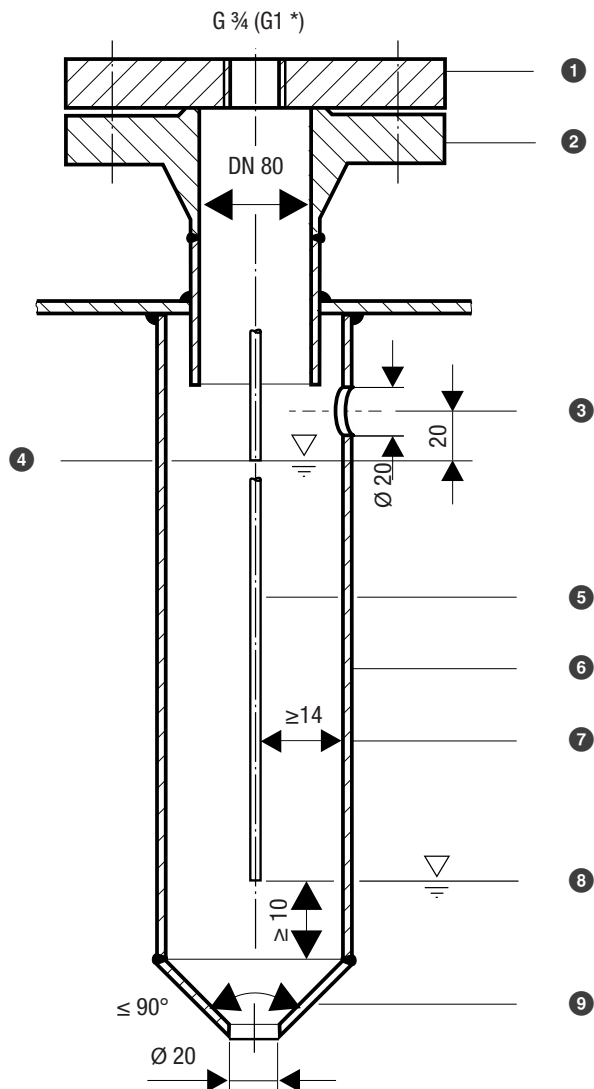
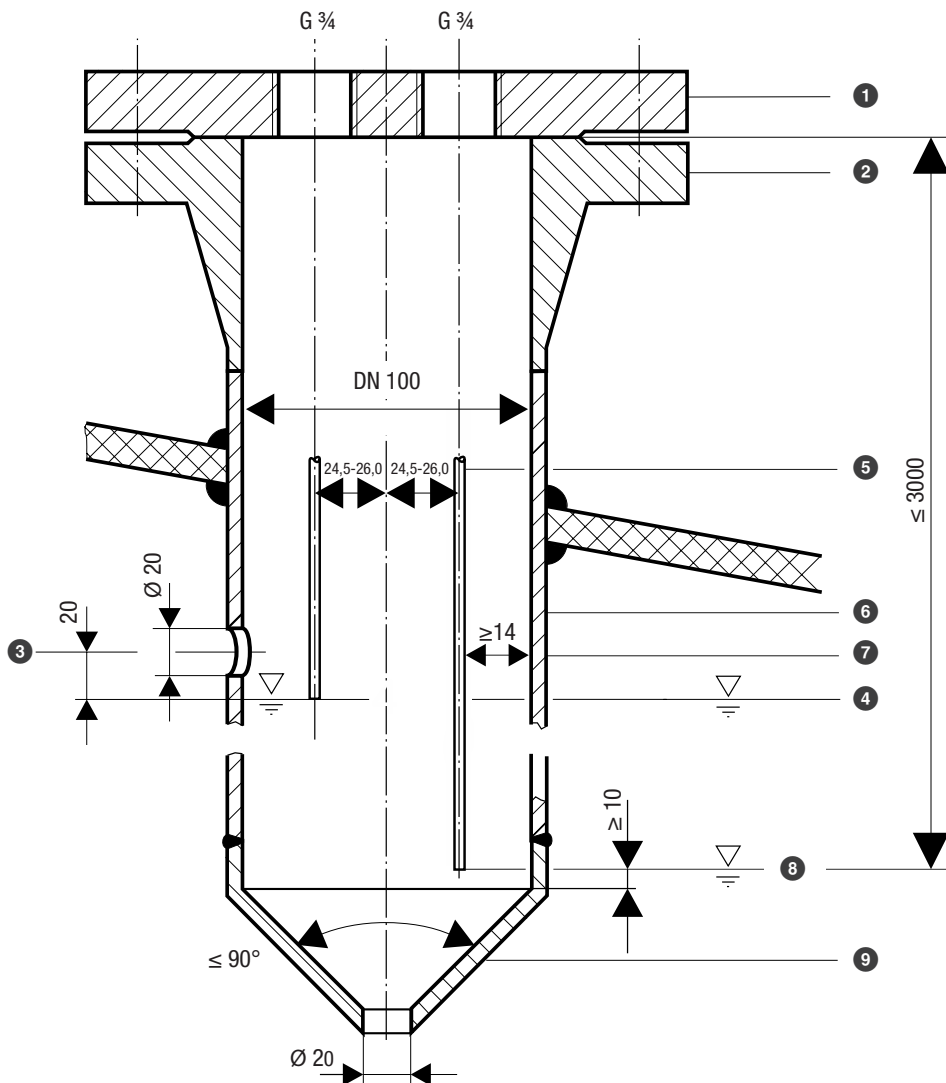
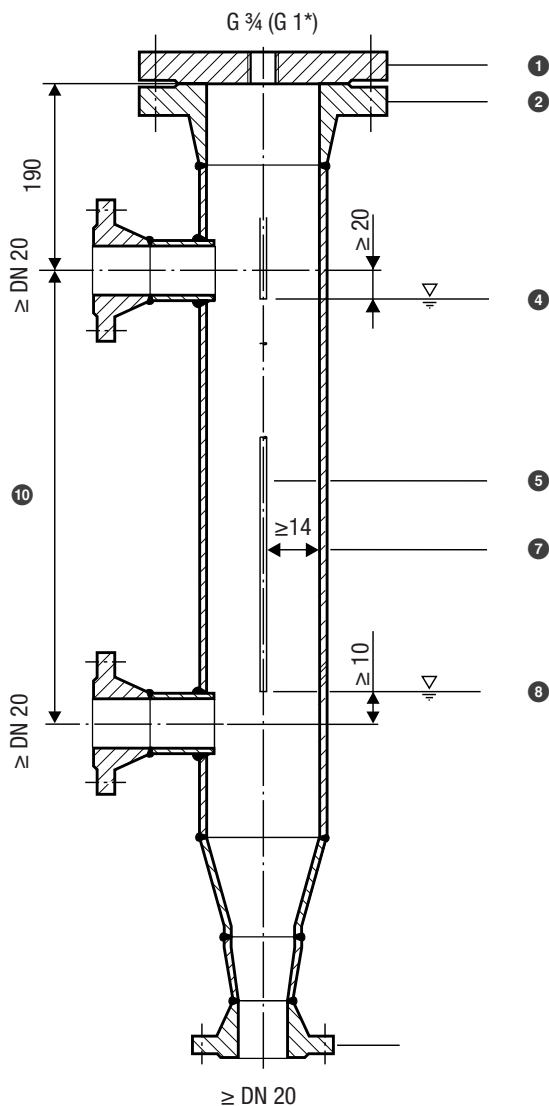

Fig. 17
Fig. 18
Fig. 19
- Durante il montaggio della sonda di livello attenersi sempre alla distanza minima, ved. esempi di installazione Fig. 17 - Fig. 19.
Esempio di installazione con ingombri, ved Fig. 17, pagina 33
Esempio di installazione con ingombri, ved Fig. 18, pagina 34
Legenda da Fig. 17 a Fig. 19
- ❶ Fig. 17: Flangia (PN 40, 63, 160, 320) DIN EN 1029-01
- Fig. 18: Flangia (PN 40, 63, 160) DIN EN 1029-01
- Fig. 19: Flangia (PN 40, 63, 60, 320) DIN EN 1029-01
- ❷ Manicotto di collegamento
- ❸ Foro di compensazione (da posizionare il più possibile vicino alla parete della caldaia!)
- ❹ Alto livello (HW)
- ❺ Elettrodo, $d = 8 \text{ mm}$
- ❻ Fig. 17 (sonda singola): Canalina di protezione DN 80
- Fig. 18 (due sonde): Canalina di protezione DN 100
- ❼ Distanza sonde $\geq 14 \text{ mm}$ (distanze in aria e superficiali)
- ❽ Basso livello (NW)
- ❾ Fig. 17 (sonda singola): Cono DIN 2616-2
- Fig. 18 (due sonde): Cono DIN 2616-2
- ❿ Fig. 19: Distanza intermedia del manicotto di collegamento